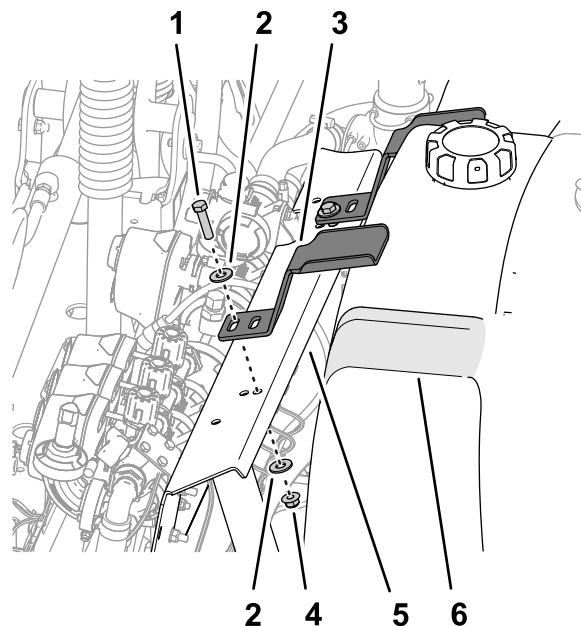

Bild 14
2. Fluchten Sie die Befestigung mit der Vertiefung an der Oberseite des Spülbehälters aus (Bild 14).
3. Fluchten Sie den Schlitz in der Befestigung mit dem Loch in der Ventilbefestigung aus (Bild 14).
5. Wiederholen Sie die Schritte 2 bis 4 für die andere Befestigung an der anderen Vertiefung im Spülbehälter (Bild 14).